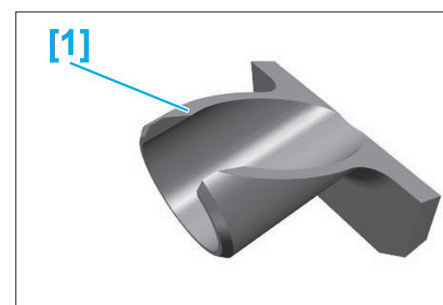

Fig. 36
- [1]. Outil pour dégrafer la liaison rotule pédalier/servofrein (réf : 0818) (Fig.36).